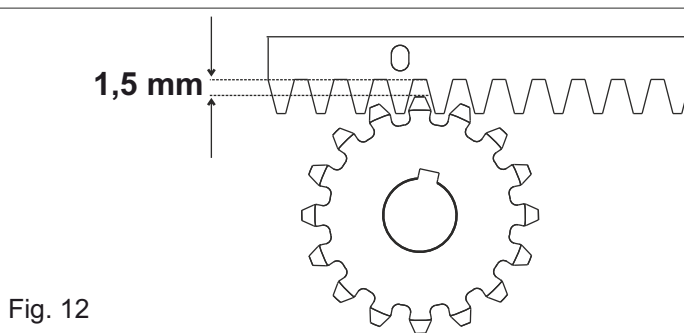

Fig. 12
- 5.6.** Toda la cremallera debe elevarse de 1,5 mm para evitar que el peso de la cancela carga sobre el piñón (Fig. 12). **Atención: mantener un juego mín. 0,5 mm entre el diente del piñón y el diente de la cremallera;**